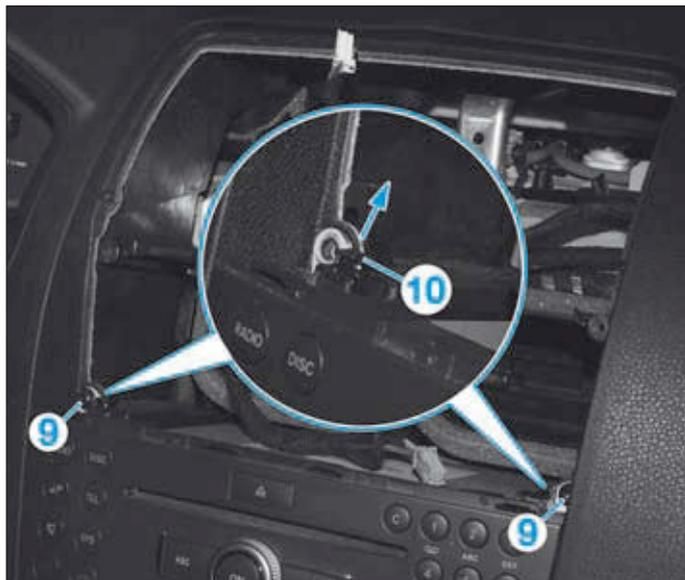

FIG. 20
- déposer les vis (9) (Fig.20),
- soulever les agrafes (10) vers le haut,